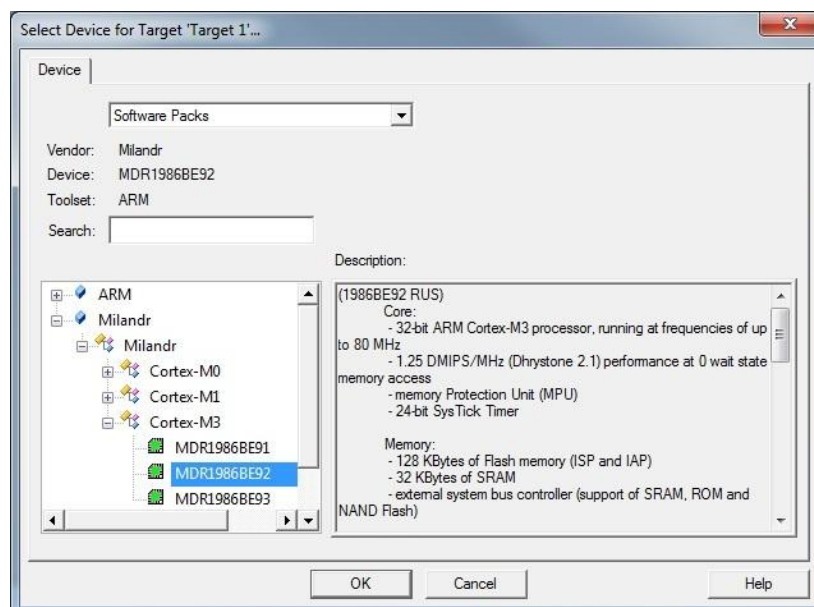

Рисунок 1.2 - Выбор устройства для разработки
3. Затем необходимо выбрать устройство, под которое разрабатывается программа. В списке необходимо выбрать Milandr/CortexM3/MDR1986BE92 (Рисунок 1.2) (Или MDR1986BE93, при использовании соответствующей отладочной платы)